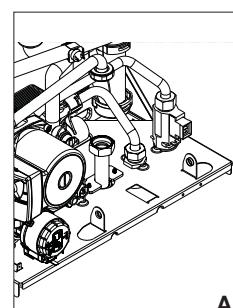

рис. 4.25
4.9 Переход на другой тип газа (рис. 4.25 – 4.26)